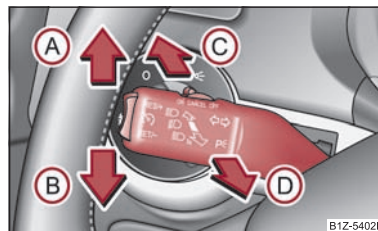

Fig. 38 La palanca de luz intermitente y luz de carretera
- Presione la palanca de la luz de carretera hacia adelante para conectar la luz de carretera ⇒ página 43, fig. 38.
- Presione la palanca hacia arriba (A) o hacia abajo (B) ⇒ fig. 38.